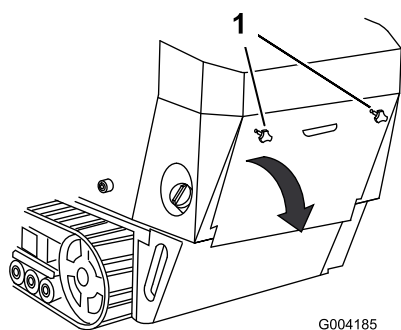

Рисунок 24
1. Отверните 2 маховичка, которые крепят заднюю крышку доступа к машине (Рисунок 24).
2. Для того чтобы получить доступ к внутренним компонентам, наклоните заднюю крышку доступа и снимите ее (Рисунок 24).